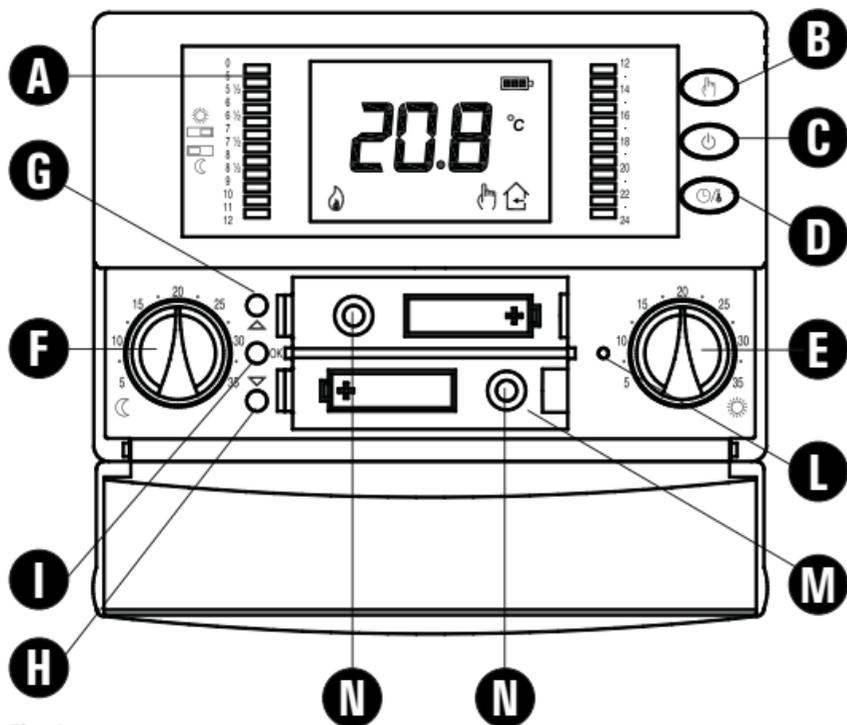

Fig. 4
5. Inserire le batterie nel vano batterie (M di Fig. 4); vedi paragrafo 'INSERIMENTO/SOSTITUZIONE BATTERIE'.
Inserire le pile rispettando le polarità indicate nell'apposito vano (Fig. 4) ed eseguire l'operazione di reset agendo con un oggetto appuntito attraverso l'apposito foro (L di Fig. 4). **NON USARE AGHI.**
'OK': Programmazione/Ora/Conferma (I di Fig. 4);
'▲': Avanti (G di Fig. 4);
'▼': Indietro (H di Fig. 4);
Il cronotermostato è dotato di 24 cavalieri (A di Fig. 4), posti ai lati del display per selezionare, durante l'arco della giornata, le fasce di 'Comfort' o 'Riduzione'.
Ad esempio si noti che l'intervallo di tempo dalle 00 alle 05 della mattina e' attivato da un unico cavaliere, mentre dalle 05 alle 09 della mattina e' possibile intervenire di mezz'ora in mezz'ora. Per tutto il resto della giornata gli intervalli selezionabili sono di un'ora (A di Fig. 4).